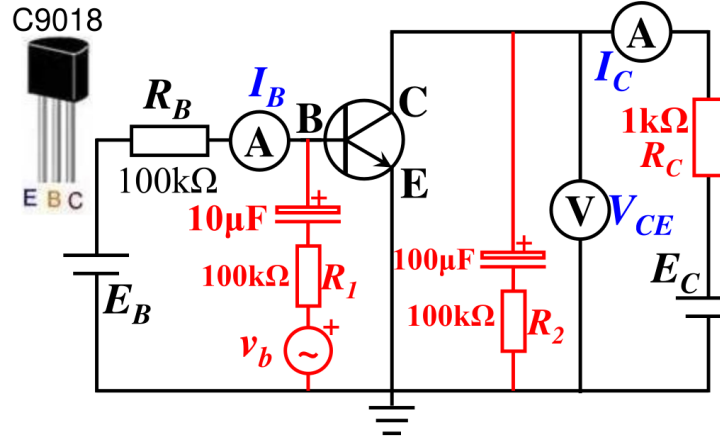
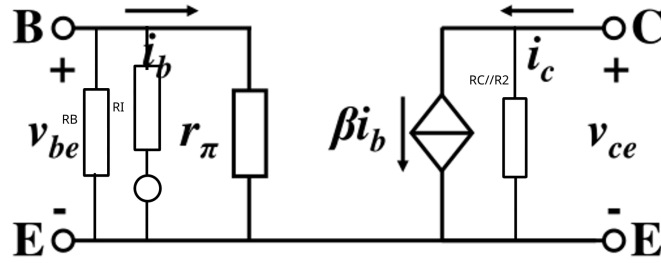

图 1: 双极型晶体管测量电路
图 2: 双极型晶体管测量电路等效小信号电路
原始电路如图 1，小信号电路如图 2。
1. 按照实验电路 图 1 搭建电路